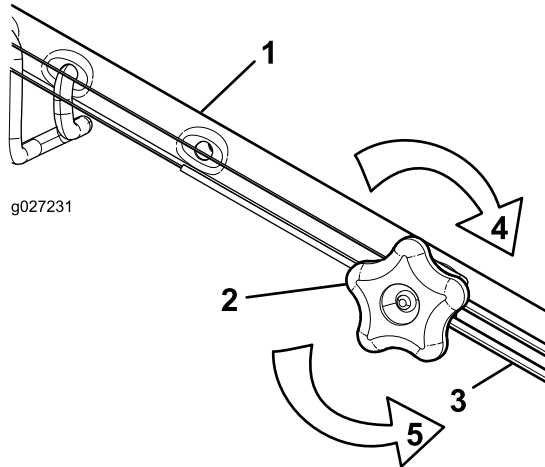

Figura 25
1. Gire el pomo de ajuste en sentido antihorario para aflojar el cable (Figura 25).
2. Ajuste la tensión del cable (Figura 25) tirando del mismo hacia atrás o empujándolo hacia adelante, y manténgalo en esa posición.